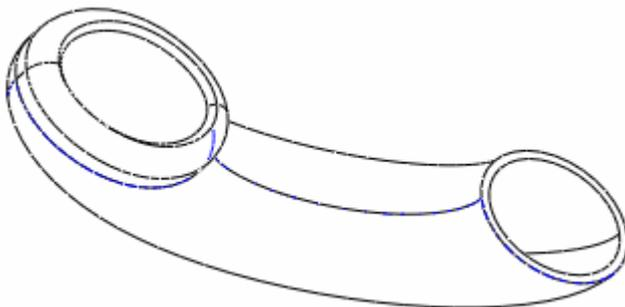

图 61-20
(7) 单击特征操控板中的  按钮，完成特征的建立，如图 61-20 所示。